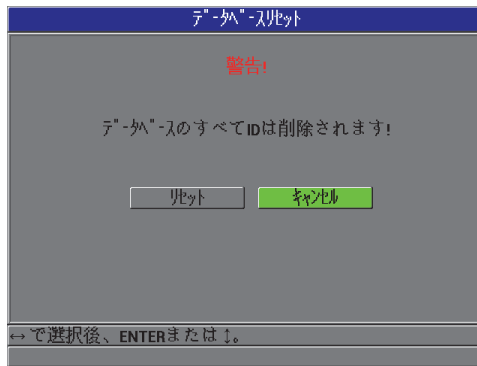

図 7-13 データベースリセット – 警告メッセージ
2. リセットサブメニューで、データベースを選択し、データベースリセット警告メッセージ（125 ページ図 7-13 参照）を表示します。